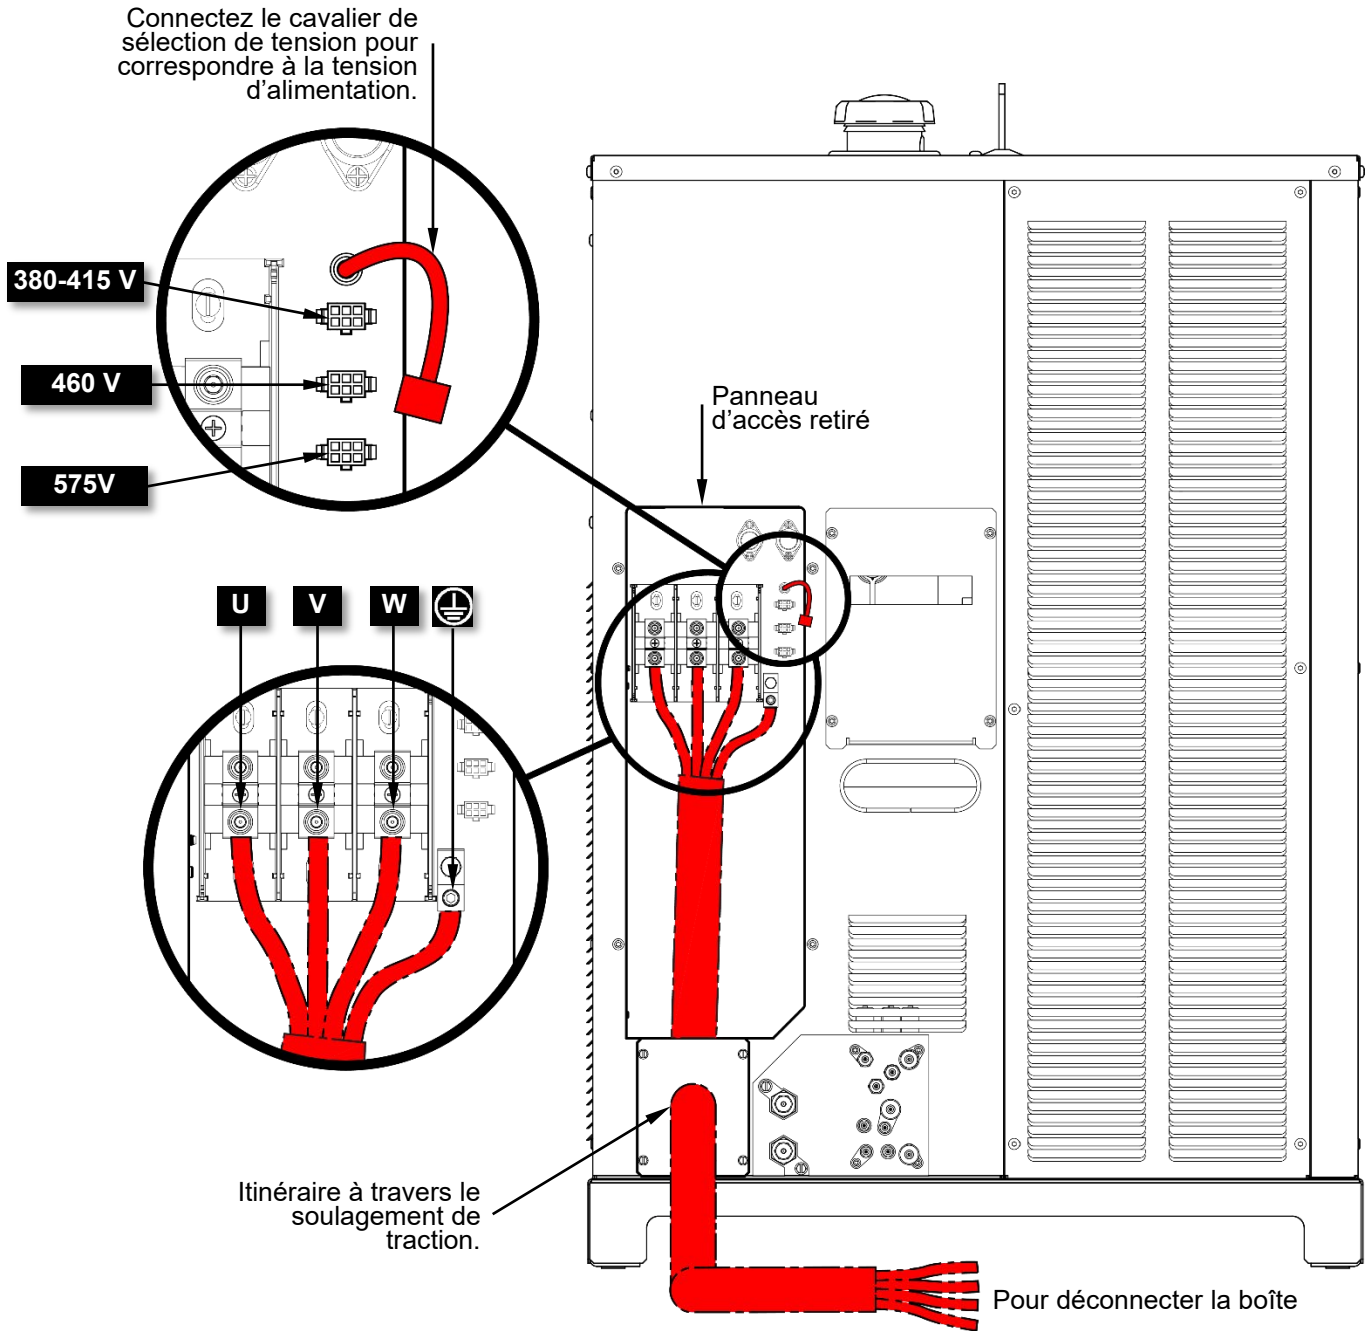
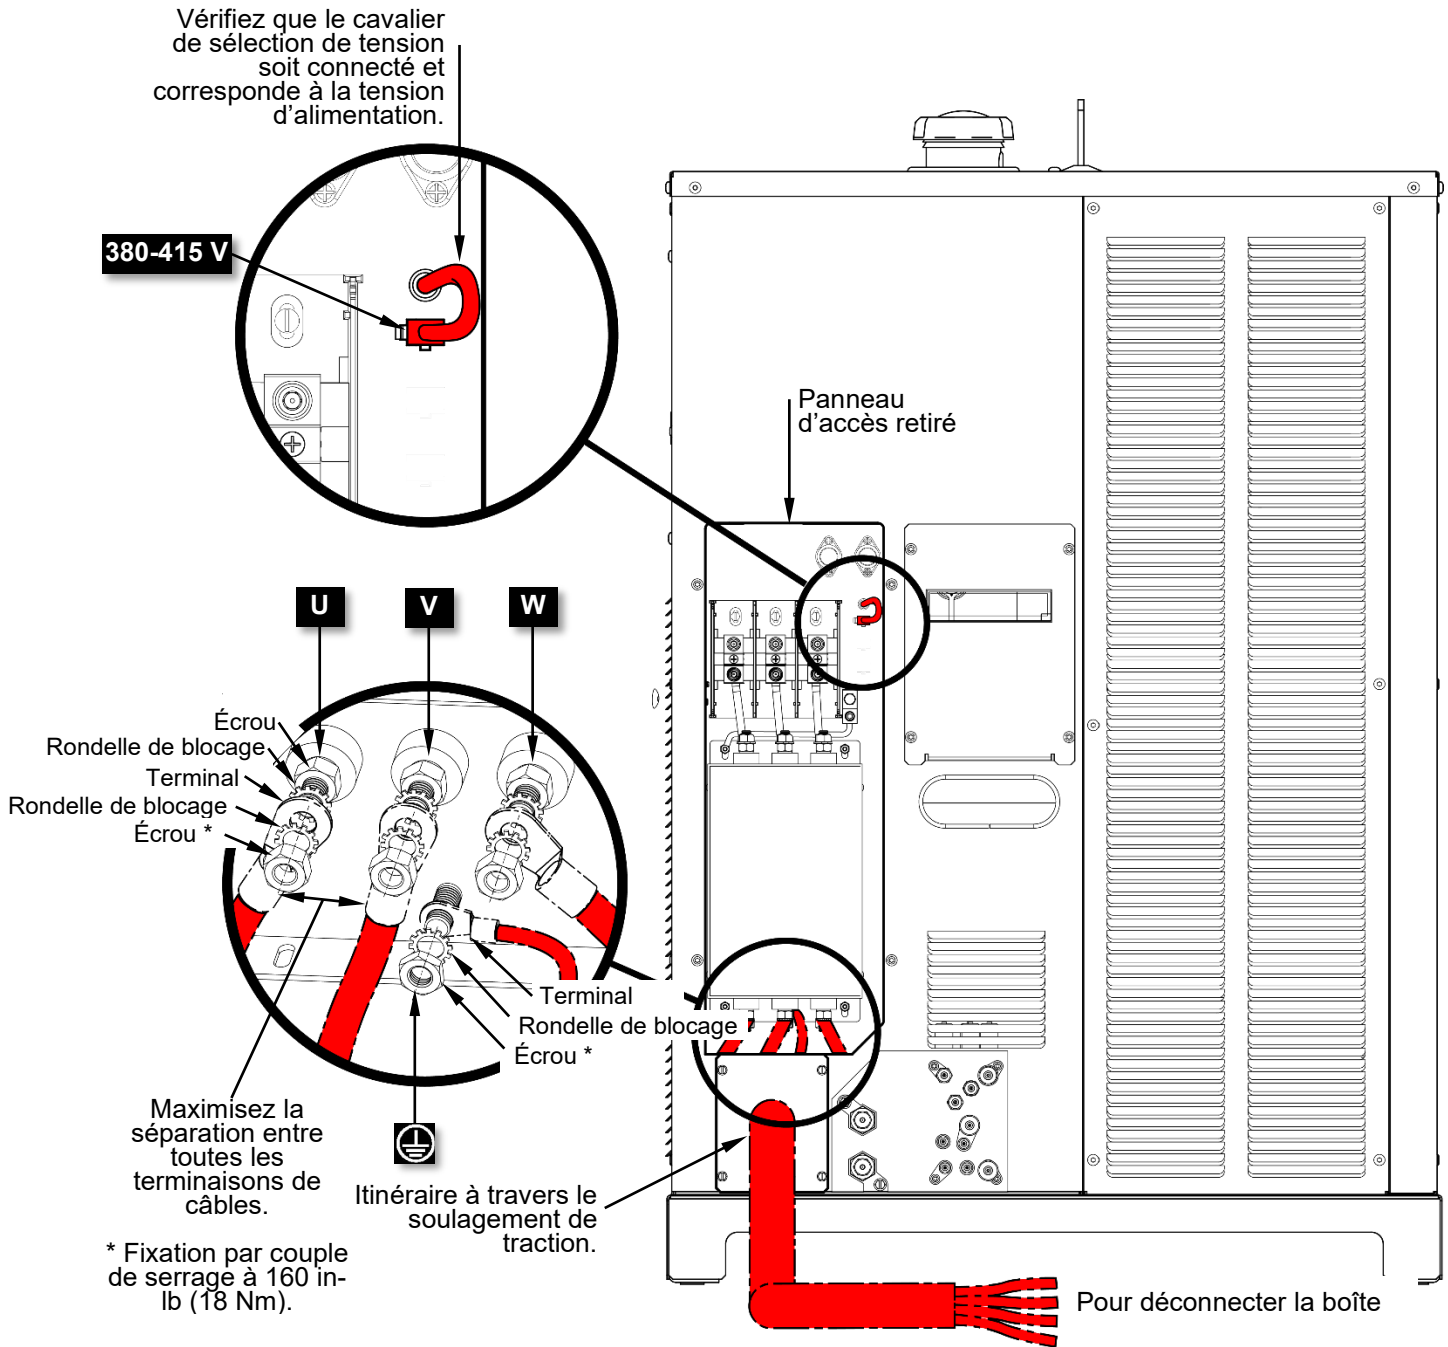

Figure 3 : K4910-1 Connexions d'alimentation primaire
Figure 4 : K4910-2 Connexions d'alimentation primaire
Retirez le panneau d'accès tel qu'illustré dans la Figure 3 ou la Figure 4 ; remplacez-le une fois l'installation complète.
- 1) Pour le modèle d'alimentation électrique K4910-1, réglez le cavalier de sélection de tension pour correspondre à la tension d'alimentation actuelle, veuillez-vous référer à la Figure 3. Le modèle K4910-2 n'a qu'une sélection de tension disponible et le cavalier est réglé à l'usine, veuillez-vous référer à la Figure 4.
- 2) Les câbles d'alimentation et les terminaisons sont fournis par le fabricant d'équipement d'origine (OEM) ou l'utilisateur final. Guidez les câbles d'alimentation flexibles à travers la décharge de traction située à l'arrière de l'alimentation électrique et connectez-les comme indiqué dans la Figure 3 ou Figure 4. Pour les câbles d'alimentation guidés à travers une conduite, installez la conduite au lieu de la décharge de traction et connectez les câbles d'alimentation tel que décrit ci-dessus. Les câbles d'alimentation ne doivent en aucun cas être guidés à travers l'ouverture de l'armoire d'alimentation électrique sans conduite ou sans décharge de traction adéquate, conformément aux réglementations locales et nationales.